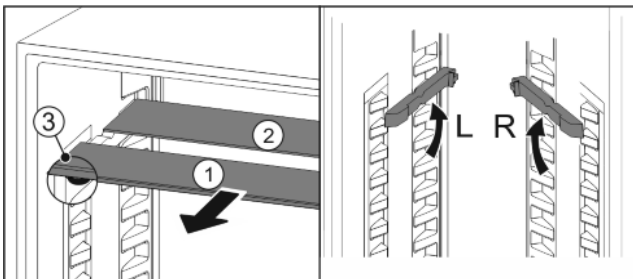

Fig. 17
- ▶ Посуньте Fig. 17 (1) скляну панель вперед.
- ▷ Скляна панель Fig. 17 (1) зі стопорами лежить спереду.
- ▷ Стопори показують вниз Fig. 17 (3).